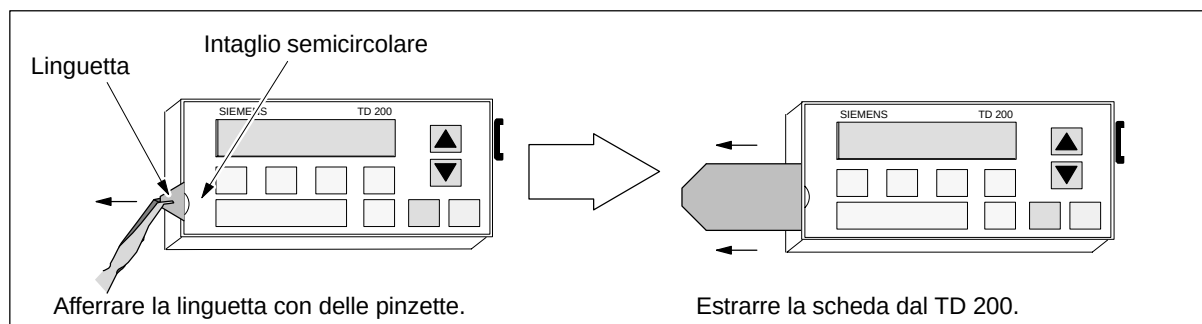
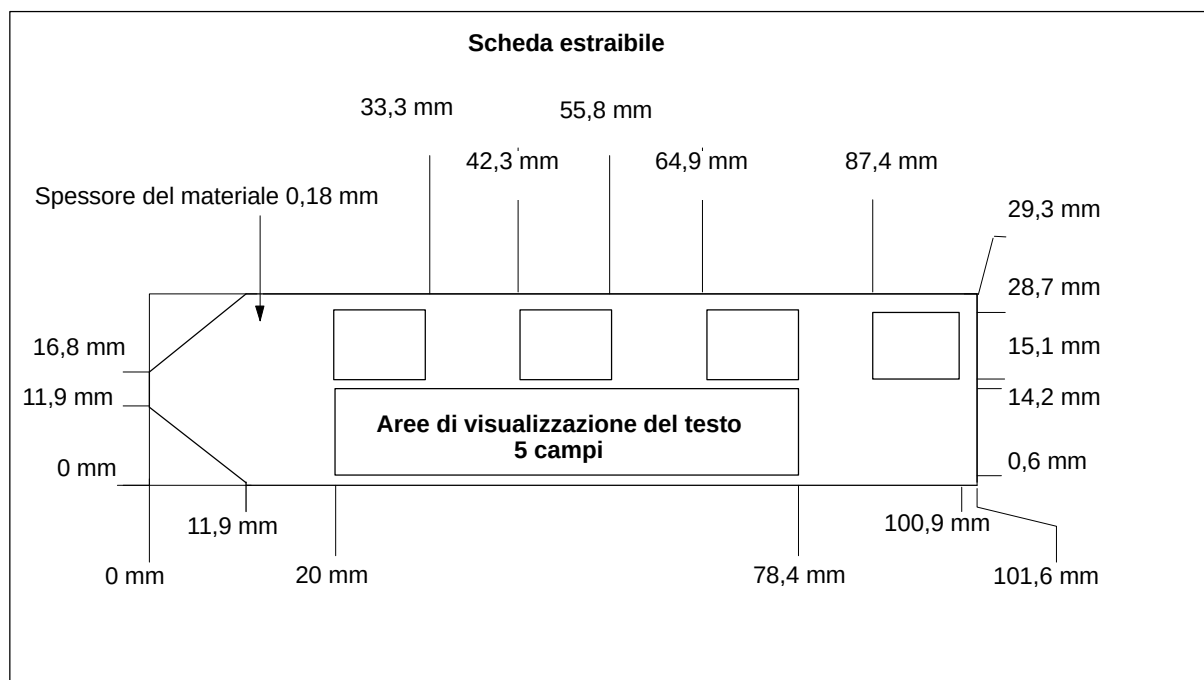

Figura 1-2 Scheda per la tastiera del TD 200
Figura 1-3 Personalizzazione della tastiera del TD 200
La tastiera è dotata di una scheda estraibile (illustrata nella figura 1-2) che consente di realizzare un modello di tastiera personalizzato. Le dimensioni della scheda sono indicate nella figura 1-3.
1. Estrarre la scheda dall'intaglio semicircolare tirandone la linguetta con una paio di pinzette appuntite (vedere la figura 1-2).
3. Personalizzare il retro dell'etichetta o creare un modello di tastiera personalizzato attenendosi alle dimensioni indicate nella figura 1-3.